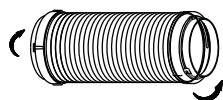

Fig. 18
1. Installez l'adaptateur d'évacuation pour fenêtre dans le tuyau d'évacuation, tel qu'illustré dans la fig. 18. Reportez-vous aux pages précédentes pour l'installation de la trousse pour fenêtre.